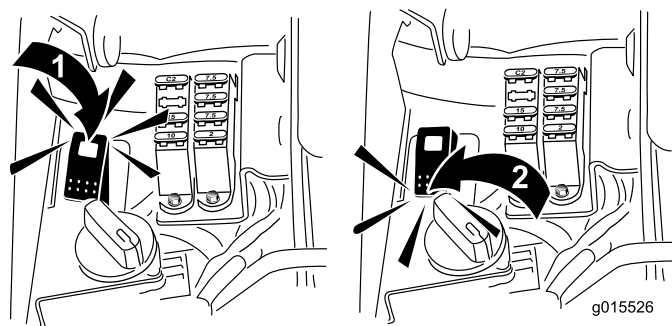

Figure 53
5. Tournez la commande de rodage à la position de rotation arrière (R) (Figure 53).